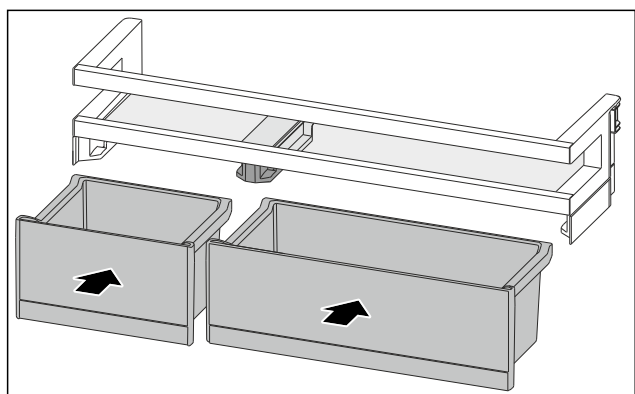

Fig. 128
- ▶ Coloque los VarioBoxes en disposición intercambiada. (consulte Fig. 128)